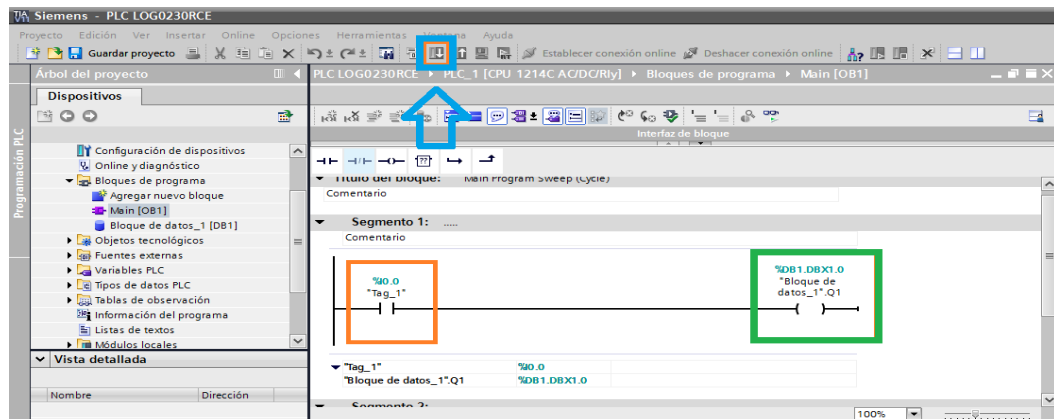

Figura 98: Cargar programa.
14. Por ultimo proceder a cargar los cambios realizados Figura 98, como muestra en el cuadro azul.